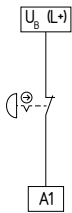

Abb. 5
**Einkanalige Not-Halt-Schaltung mit Befehlsgeräten nach EN ISO 13850 und EN 60947-5-5 (siehe Abb. 5)**